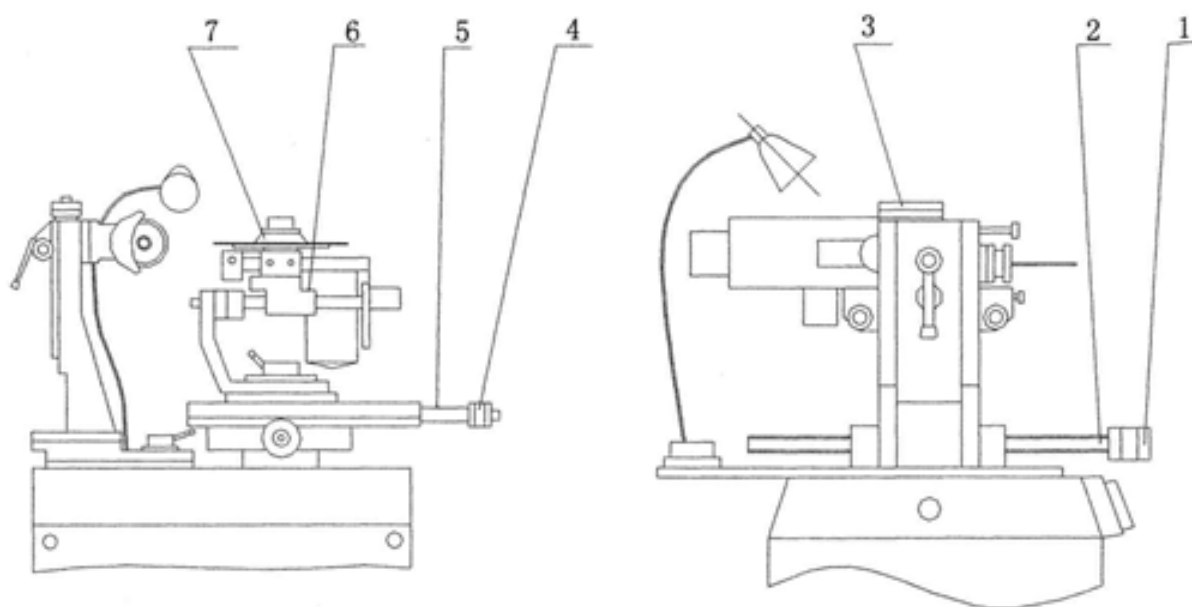

Рис. 10
11.4.1 Необходима регулярная смазка всех движущихся деталей и узлов в соответствии с Табл. 7 и в точках, указанных на Рис. 10.